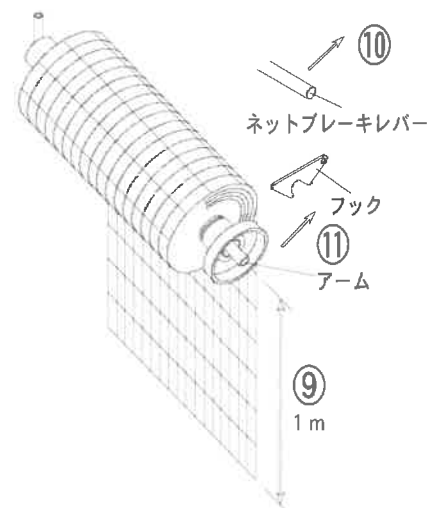

図2 (1mネットセット図)
7. アームにドラムを⑧右に回しながら押し込んでください。
8. ネットを図2のように⑨1m 程度引き出してください。
9. 図2のようにネットブレーキレバーを⑩解除方向へ押しながら、⑪アームを戻し、フックで固定してください。